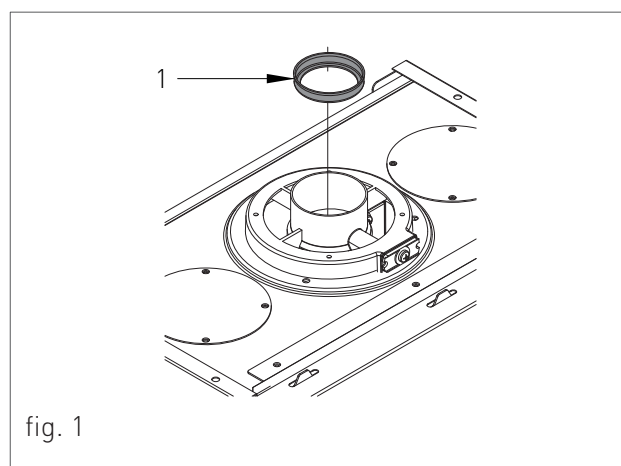
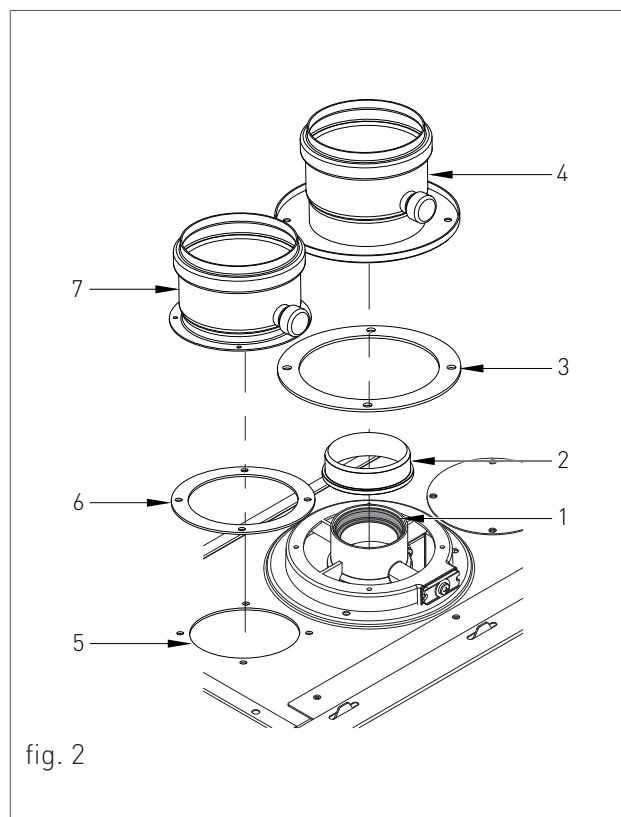

fig. 1
fig. 2
Per effettuare la regolazione dei diaframmi procedere nel seguente modo (vedi fig.2):
- › Se venisse indicato: 'senza premarcature', bisognerà eliminare tutte le premarcature (PR-fig.2) presenti nei diaframmi.
- › Spostare l'indice di riferimento (A-fig.2) scorrendo sull'indice graduato (B-fig.2) secondo la regolazione da effettuare;
- › inserire il diaframma fisso sul foro di scarico fumi (1-fig.1), esercitando una pressione sul diaframma, in modo tale da inserirlo completamente (1-fig.2);
- › posizionare la guarnizione (2-fig.2) sulla flangia fumi;
- › attaccare la guarnizione adesiva in neoprene (3-fig.2) sulla flangia fumi, centrando i fori fustellati della guarnizione con quelli della flangia fumi;
- › inserire il raccordo flangiato (4-fig.2) o altro componente previsto in base al sistema di scarico sdoppiato adottato;
- › pulire la superficie della testata della camera stagna in corrispondenza del foro della presa dell'aria (5-fig.2);
- › attaccare la guarnizione adesiva in neoprene (6-fig.2) sul foro di aspirazione aria, centrando i fori
- › inserire il raccordo flangiato (7-fig.2) o altro componente previsto in base al sistema sdoppiato adottato;
- > allentare la vite nella presa di pressione uscita gas 'B' (fig. 1) e inserire il manometro.
- > in caso contrario togliere il tappo 'A' (fig.1) e agire con una chiave aperta da 10 sul dado 'C' (fig.1) ruotandolo fino a che il manometro non segni la pressione corretta.
- > Togliere il tappo 'A' (fig.1) dal modulatore e controllare che il dado 'C' (fig.1) sia completamente avvitato.
- > scollegare uno dei due fastom 'F' (fig.1) di alimentazione sul modulatore 'E' (fig.1) e verificare che la pressione
- > in caso contrario, mantenendo bloccato il dado 'C' con una chiave aperta da 10, agire con un cacciavite a taglio sulla vite 'D' (fig.1) ruotandola fino a che il manometro non segni la pressione corretta.
- > ricollegare il fastom di alimentazione sul modulatore 'E' (fig.1) e rimontare il tappo 'A' (fig.1) sul modulatore nella posizione originale per il corretto funzionamento.